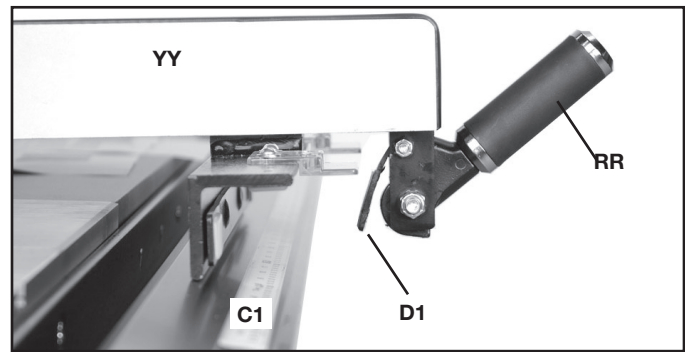
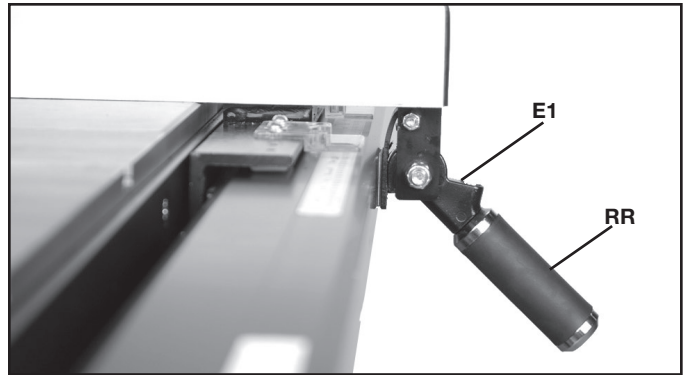

FIG. 28
FIG. 29
Cuando sujete el ensamblaje de la guía (YY), Fig. 28, al tubo de la guía (C1), asegúrese de que el pie de leva (D1) cuelgue hacia abajo y entre el mango de bloqueo (RR) y el tubo de la guía (C1) y que no esté atrapado en la parte superior del tubo de la guía.
Se muestra un ensamblaje de la guía sujeto correctamente en la Fig. 29.
Para mover la guía a lo largo del tubo de la guía, simplemente levante el mango de bloqueo (RR), Fig. 29, como se muestra, deslice la guía a la posición deseada y baje el mango de bloqueo (RR), Fig. 28, como se muestra, para fijar la posición.
NOTA: Se proporciona un imán (E1), Fig. 29, para mantener el mango hacia arriba (como se muestra en la Fig. 28) cuando mueve la guía.